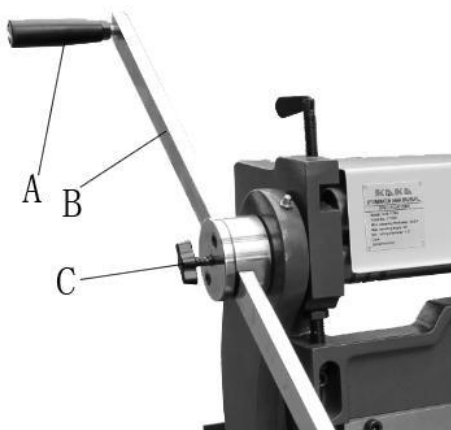

Figura 2
36. Rimuovere una maniglia (A, Figura 2) da ogni gruppo maniglia di azionamento, utilizzando una chiave esagonale da 6 mm.
37. Allentare il bullone di bloccaggio (C, Figura 2).
38. Far scorrere la barra (B) nel mozzo e stringere il fermo bullone (C) per fissare.
39. Reinstallare la maniglia (A).